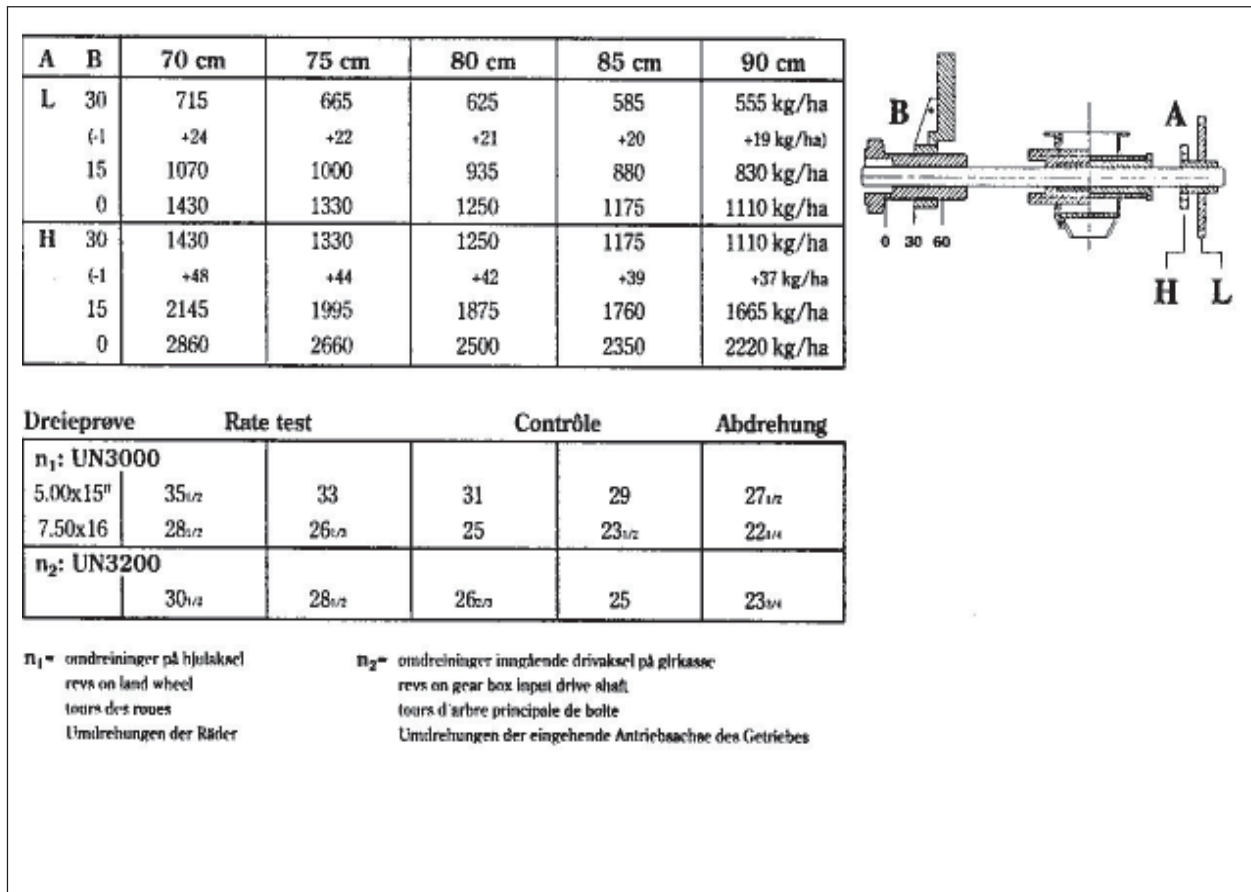

Fig. 51
Siehe Tabelle auf der Maschine (Abb. 51). Beachten Sie die zwei Geschwindigkeiten (A) (auf der linken Seite der Maschine). Es ist nicht ratsam, die Schieberwalzen auf die kleinste Menge zu stellen (Skalawerte 40-60), weil die Genauigkeit von den Düngerstrukturen und der Säwalzengeschwindigkeit beeinflusst wird.